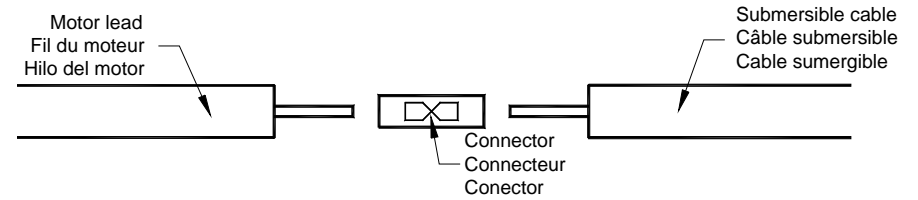
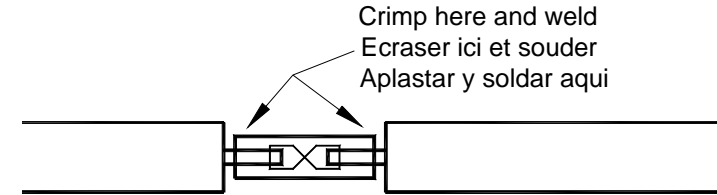

Fig. 1
Fig. 2
- 4) Introduire bout à bout les conducteurs du câble et les fils du moteur dans les connecteurs (Fig. 1). Écraser les connecteurs sur les fils et les souder à l'étain (Fig. 2). Tirer les conducteurs pour s'assurer que les connexions sont bonnes.
- 4) Introduzca punta por punta los conductores del cable y los hilos del motor en los conectores (Fig. 1). Aplaste los conector sobre los hilos y soldelos con estaño (Fig. 2). Jale los conductores para comprobar que los conectores están hechos correctamente.